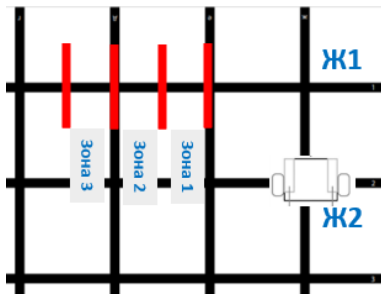
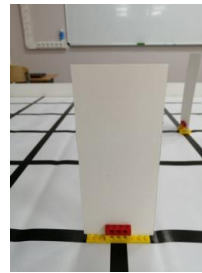

Рис. 1
Рис. 2
Зона старта робота перекресток Ж2. Напротив перекрестка Ж1 расположен объект-стенка в одной из трех зон (см рис.1, рис. 2). Робот должен подъехать к перекрестку Ж1, остановиться, определить зону установки объекта с помощью датчика расстояния и вывести на экран номер зоны установки. Завершение программы по команде судьи. Зона установки стенки определяется жеребьевкой.
1. Балка с шипами 1x4 – 6 шт. (смотрите рис. 2).